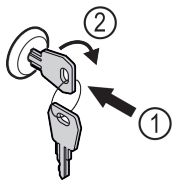

Fig. 92
- Uvucite ključ Fig. 92 (1).
- Okrenite ključ za 90° nadesno Fig. 92 (2).